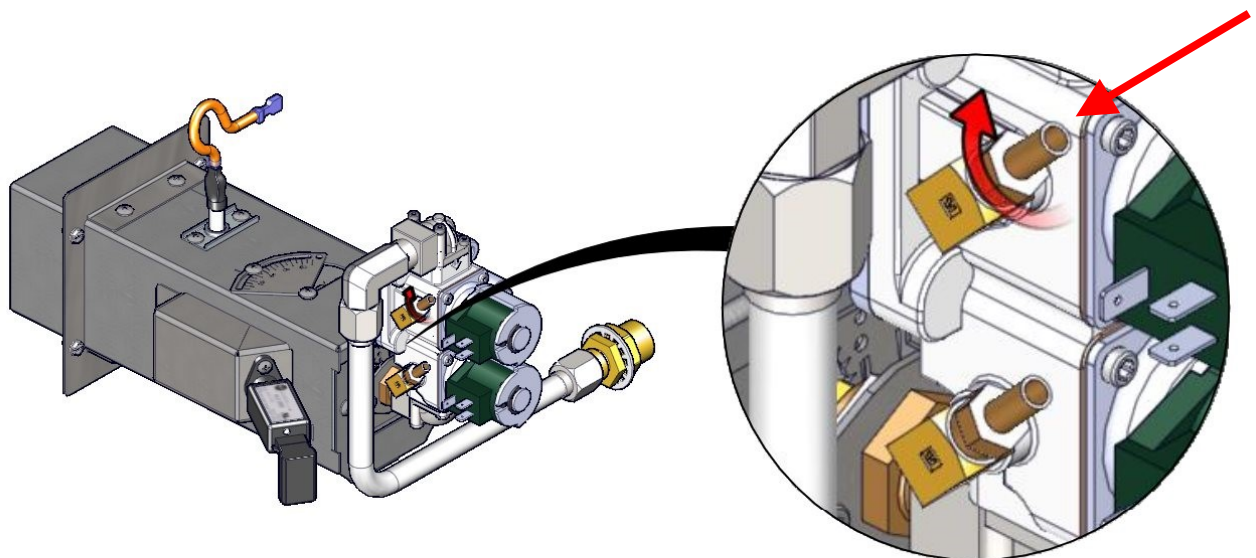

Рисунок 2
- Затяните винт по часовой стрелке до упора (рисунок 2)